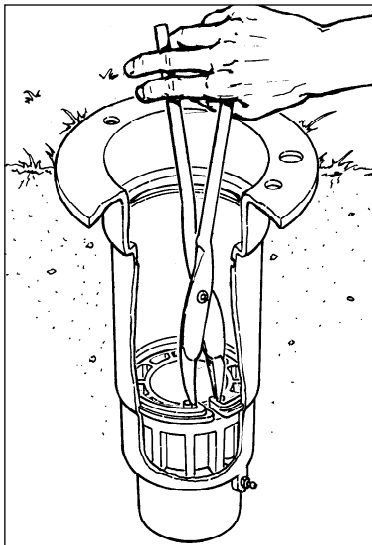

Abbildung 2
1. Zum Herausnehmen des Ventils die Enden des Sprenglings mit einer Sprengringzange (Teile-Nr. 995-07) zusammendrücken und Sprengring vom Regnergehäuse lösen (**Abb. 2**).